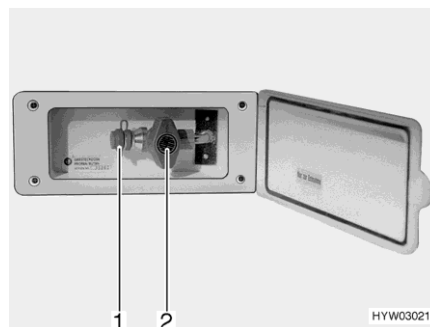

Bild 131 Externer Gasanschluss
- Externes Gasgerät an der Anschluss-Stelle (Bild 131,1) anschließen.
- Das Gasabsperrentil (Bild 131,2) öffnen.